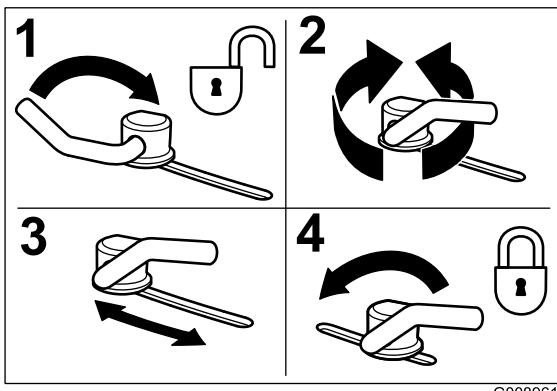

図 14
1. カムロックは、レバーをゆるめて調整する（図 14）。
3. 調整ができたらレバーを締めてバッフルとカムロックを固定する。（図 14）